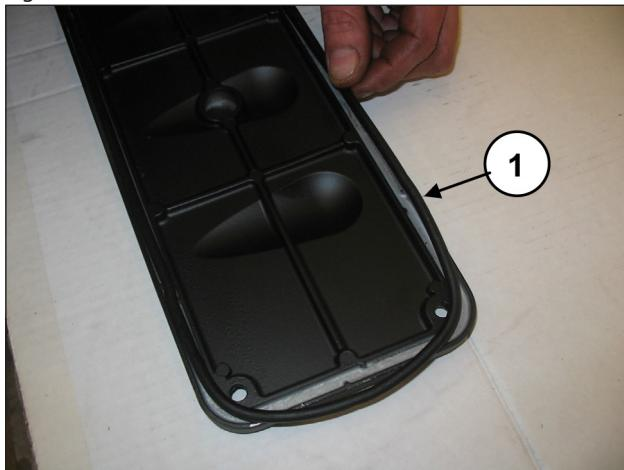
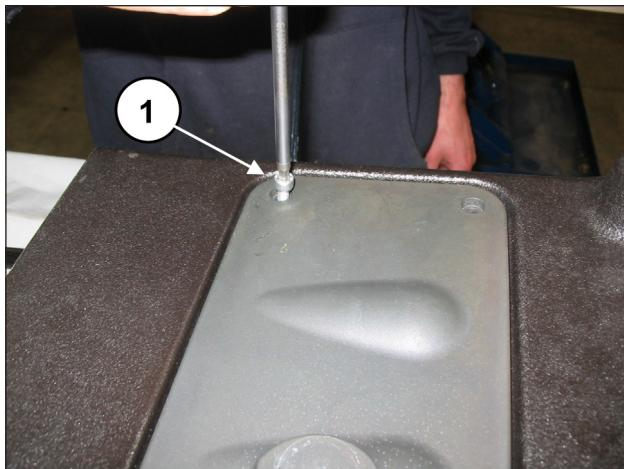

Fig. 163
Fig. 164
Insira o anel circular nas tampas de inspeção (pos. ①, Fig. 163) e monte as tampas usando 4+4 parafusos M6x14 (pos. ①, Fig. 164).